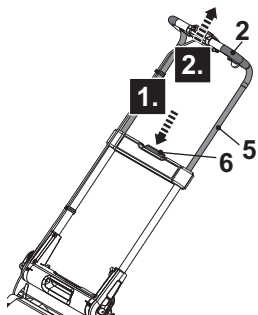
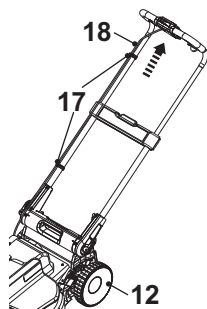

Fig. 3
Fig. 4
4. Presione el botón de bloqueo (6) y manténgalo así (Fig. 3, paso 1), luego tome el mango de agarre (2) para sacar los manillares superiores (5) (Fig. 3, paso 2).
5. Suelte el botón de bloqueo (6) y siga tirando de los manillares superiores (5) hasta que se oiga un clic.
6. Asegure el cable de interconexión (18) con dos clips de cable (17) (Fig. 4). Tire del cable de interconexión (18) para evitar el contacto con la rueda trasera (12) si es necesario.